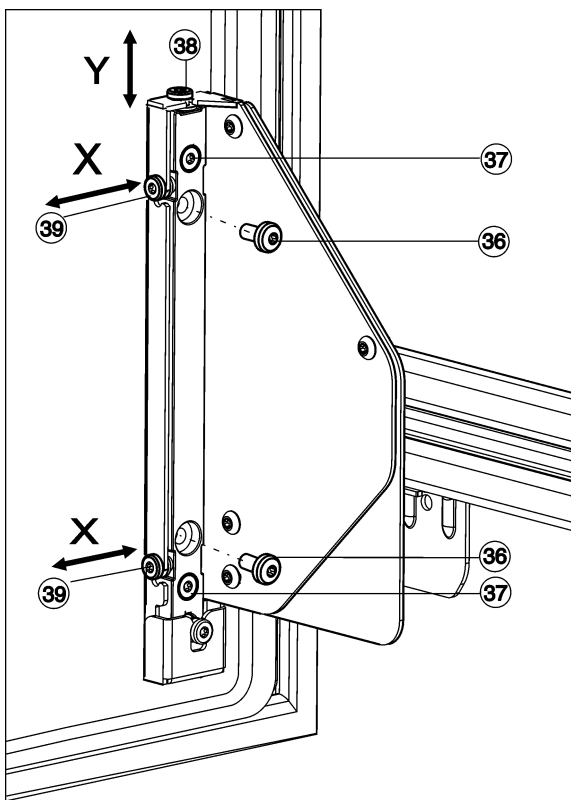

Fig. 31
- ▶ Dévisser entièrement les vis Fig. 31 (36).
- ▷ Les vis Fig. 31 (36) ne sont plus nécessaires, vous pouvez vous en débarrasser.
- ▶ Dévisser les vis Fig. 31 (37) d'1 à 2 tours.
- ▶ Tourner la vis d'ajustement (38). Dans le sens des aiguilles d'une montre : la porte bouge de max. 4 mm vers le haut. Dans le sens contraire des aiguilles d'une montre : la porte bouge de max. 2 mm vers le bas.
- ▶ Revisser toutes les vis Fig. 31 (37) à fond.
- ▶ Si les vis Fig. 31 (36) sont encore existantes, les dévisser entièrement.
- ▶ Ajuster les vis d'ajustement Fig. 31 (39) selon la direction d'ajustement latérale souhaitée.
- ▶ Revisser les vis Fig. 31 (37) à fond après avoir effectué l'ajustement latéral.